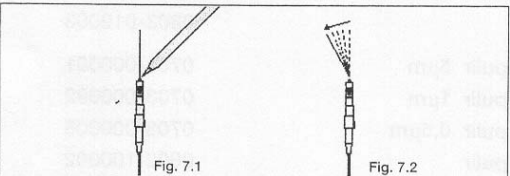

Fig. 7.1
9. Marcar la fibra óptica, con el lápiz cortador, dejando 1 mm de fibra sobrante (fig. 7.1).